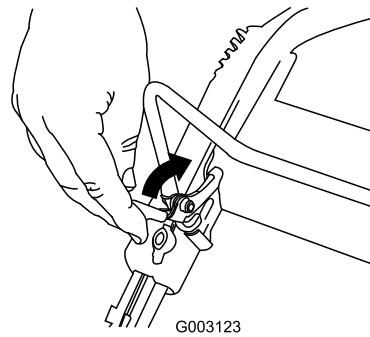

Figure 25
1. Tirez le verrou de la barre de commande en arrière (Figure 25).